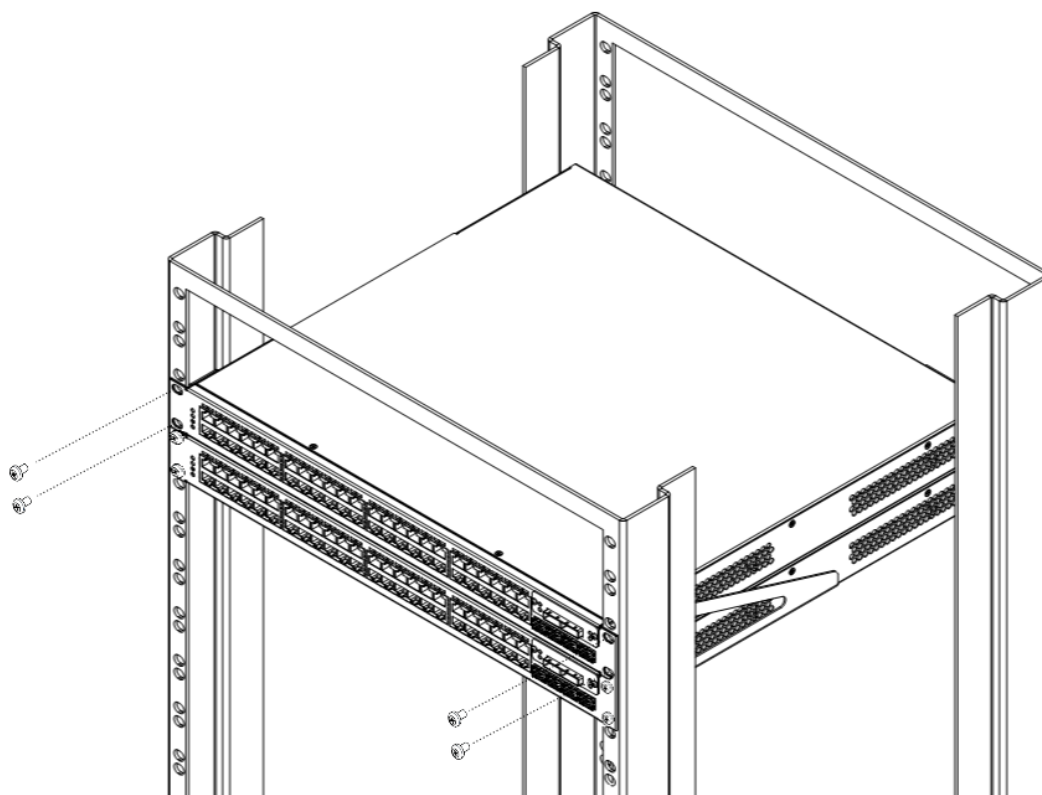

Figura 24. Dois Chassis DM4100 com Um Reforço de Sustentação
5. Posicione o segundo equipamento sobre o primeiro e parafuse o mesmo no rack através dos furos superiores dos suportes de sustentação conforme ilustrado na Figura 24.